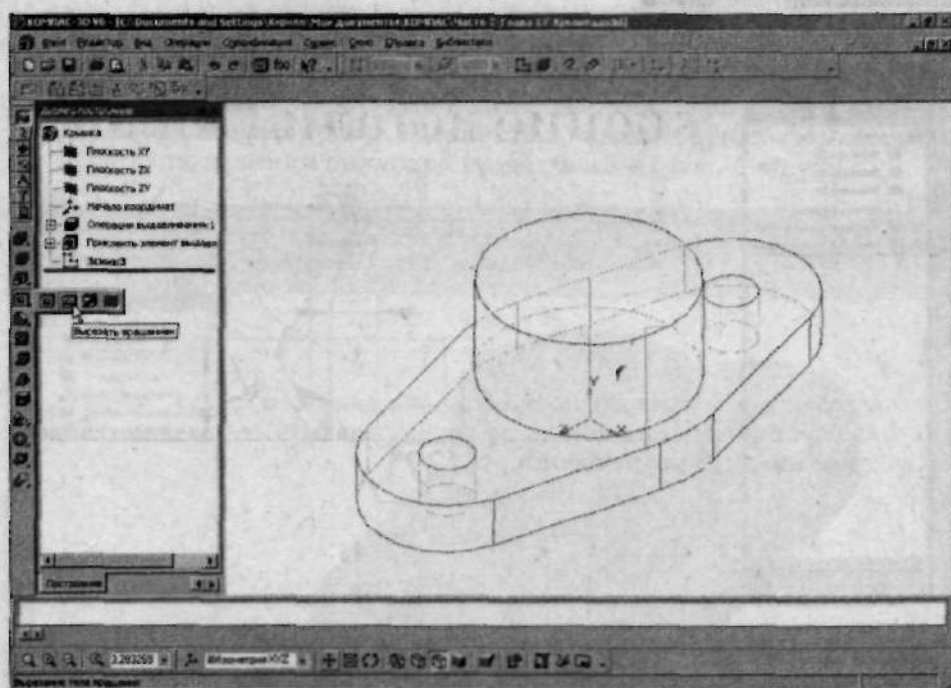

Рис. 2.68. Для построения отверстия, воспользуйтесь инструментом **Вырезать вращением**
8. На панели инструментов Редактирование детали щелкните по кнопке  (Вырезать вращением), рис. 2.68.